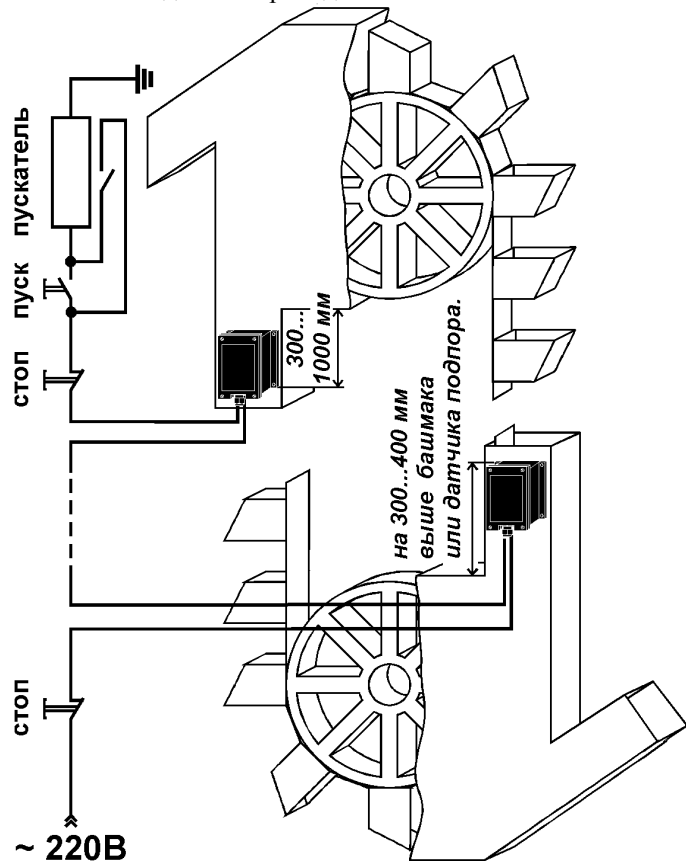
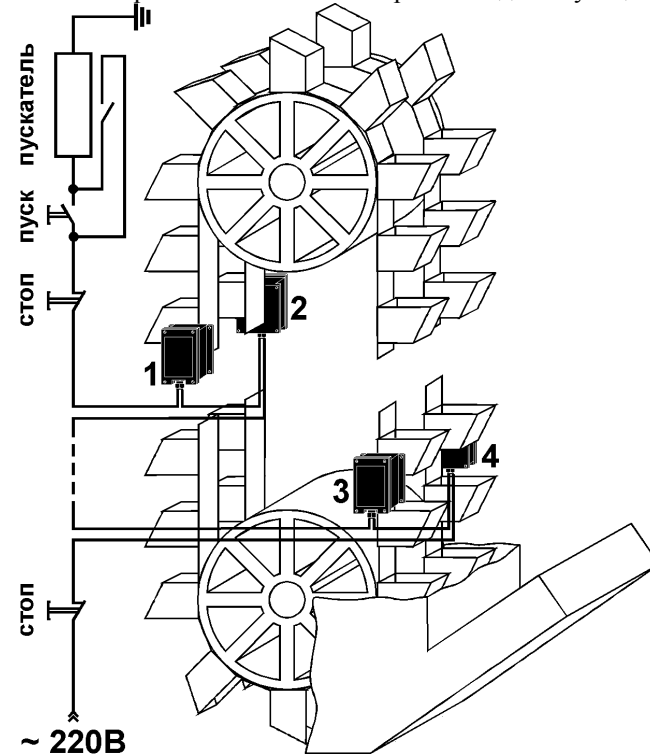

Рис. 5. Последовательное включение двух ДС-2 в пусковую цепь норрии.
Рис. 6. Включение четырёх ДС-2 в пусковую цепь сдвоенной норрии.
На рис. 5 показано включение двух датчиков ДС-2 в разрывы пусковой цепи. Так как и в головке и в башмаке норрии имеются кнопки «СТОП», датчики могут быть соединены последовательно с ними. Это позволит использовать короткие линии связи и не менять релейные схемы блокировок на действующих норриях.
ДС-2 позволяет отдельно контролировать сбегание каждой ленты в общем коробе сдвоенной норрии (рис. 6). Пороговое приближение или удаление ближайшей ленты при её сбегании с приводного барабана вызывает срабатывание датчика 1 или 2, а с натяжного – датчика 3 или 4. На норриях с металлическими ковшами каждый из нижних сигнализаторов (3 и 4) выполняет также функцию датчика подпора восходящей ветви.
Работа датчиков в пусковой цепи нории (рис. 5 и рис. 6) происходит следующим образом. При подаче напряжения (нажата кнопка «Пуск») ДС-2 остаются «замкнутыми» на время, достаточное для разгона механизма.
2. Установить переключатель РК2 («Нормально замкнут»/ «Нормально разомкнут») в нужное положение. В положении А внешняя цепь при нормальном расстоянии до объекта разомкнута, а при аварии - замкнута; в положении В - наоборот. Если ДС-2 подключен согласно рис. 5 или рис. 6, то переключатель РК2 должен находиться в положении В. При этом датчик будет размыкать пусковую цепь при сбегании ленты и подпоре.